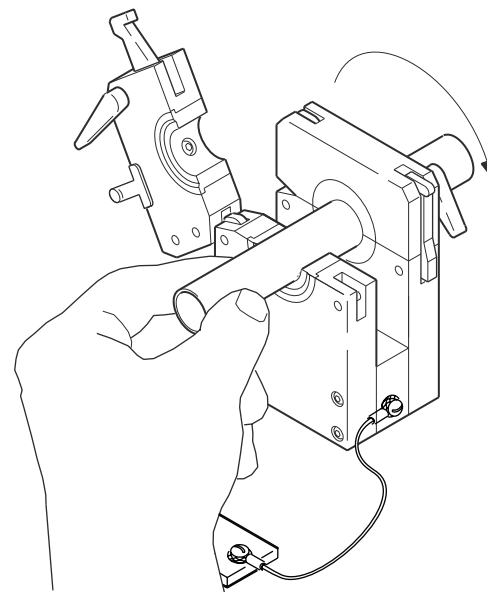

Abbildung 18 Platzierung des Rohrs
1. Den Verriegelungshebel am Schweißkopf bis zum Anschlag entgegen dem Uhrzeigersinn drehen. Siehe Abbildung 18.